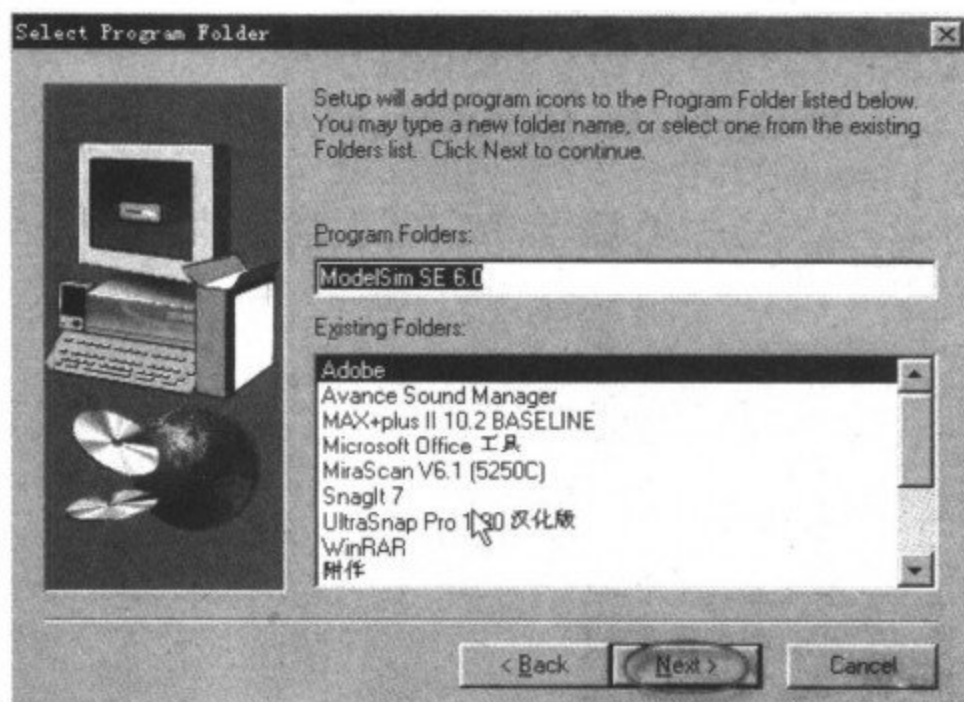

图 3-57 程序文件夹对话框
(5) 出现的程序文件夹对话框, 单击 Next, 如图 3-57 所示。